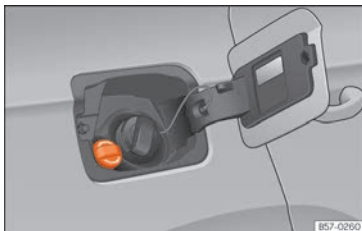

Fig. 302 Bouchon de la goulotte de remplissage du réservoir d'additif AdBlue.
- Ouvrez la trappe à carburant »» fig. 302.
- Dévissez le bouchon de l'orifice de remplissage de SCR » fig. 302.